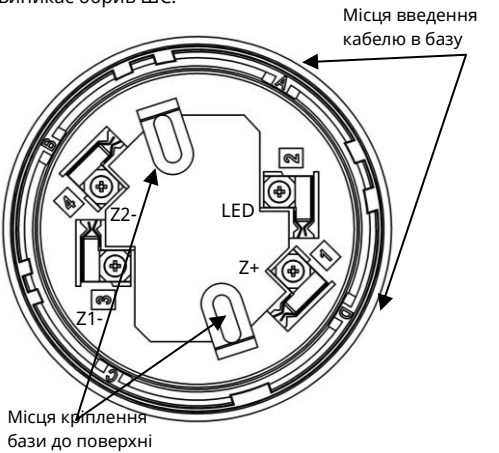
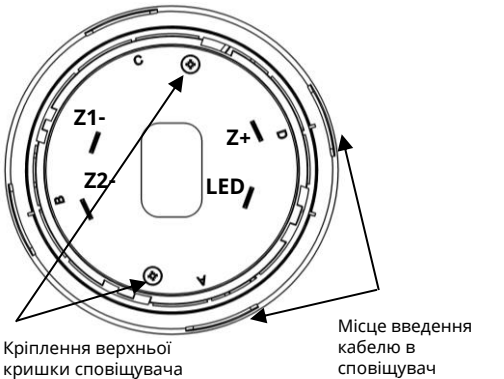

Рисунок 3.1 – Розташування клем на базі сповіщувача
Рисунок 4.1 – Вигляд сповіщувача з боку контактів
- 2) викрутити 2 шурупи з боку контактів на корпусі сповіщувача (Рис. 3.1) і, утримуючи викруткою фіксатор термістора, зняти верхню кришку, зняти фіксатор термістора;
2) встановити базу на рівні поверхні, прикріпити шурупами або гвинтами згідно з Рис.3.1, після затягування яких база не повинна бути деформована;
3) закріпити дроти ШС в гвинтових клемах бази відповідно до Рис. 4.1 і таблиці 3.1. В базі сповіщувача чотири клеми;
4.6 Для випадків, коли кабель всередину бази заводять збоку, в самій базі та в кришці сповіщувача передбачені вікна, за потреби в яких вирізають отвори. Ці вікна промарковані літерами **«А»**, **«В»**, **«С»**, **«D»** (Рис. 3.1, Рис. 4.1).